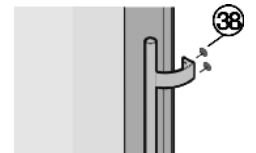

Fig. 35
- ▶ Retirer la poignée de son emballage et la monter sur la face intérieure de la porte avec 4 vis Fig. 35 (38).